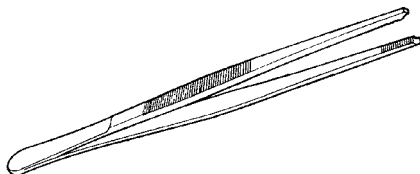

Рис. 5.20. Пинцет позволяет работать с пинами и небольшими деталями замков (С разрешения компании Ilco Unican Corp.)
- ☐ Пинцеты для извлечения пинов (рис. 5.20)